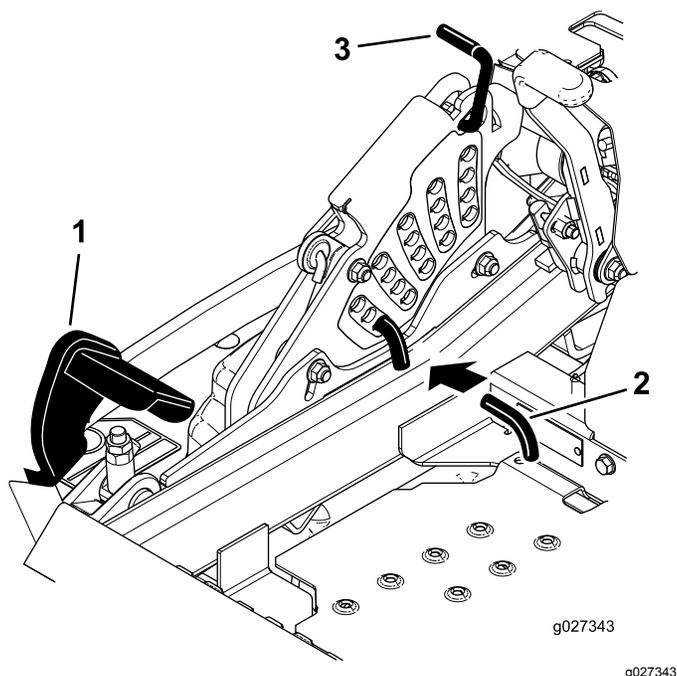

Figura 23
2. Pise el pedal de elevación de la carcasa y eleve la carcasa a la posición de TRANSPORTE (que es también la posición de altura de corte de 140 mm [5½"]), como se muestra en Figura 23.
3. Para ajustar la altura de corte, gire el pasador 90° y retire el pasador del soporte de altura de corte (Figura 23).
4. Seleccione el taladro del soporte de altura de corte que corresponde a la altura de corte deseada, e inserte el pasador (Figura 23).